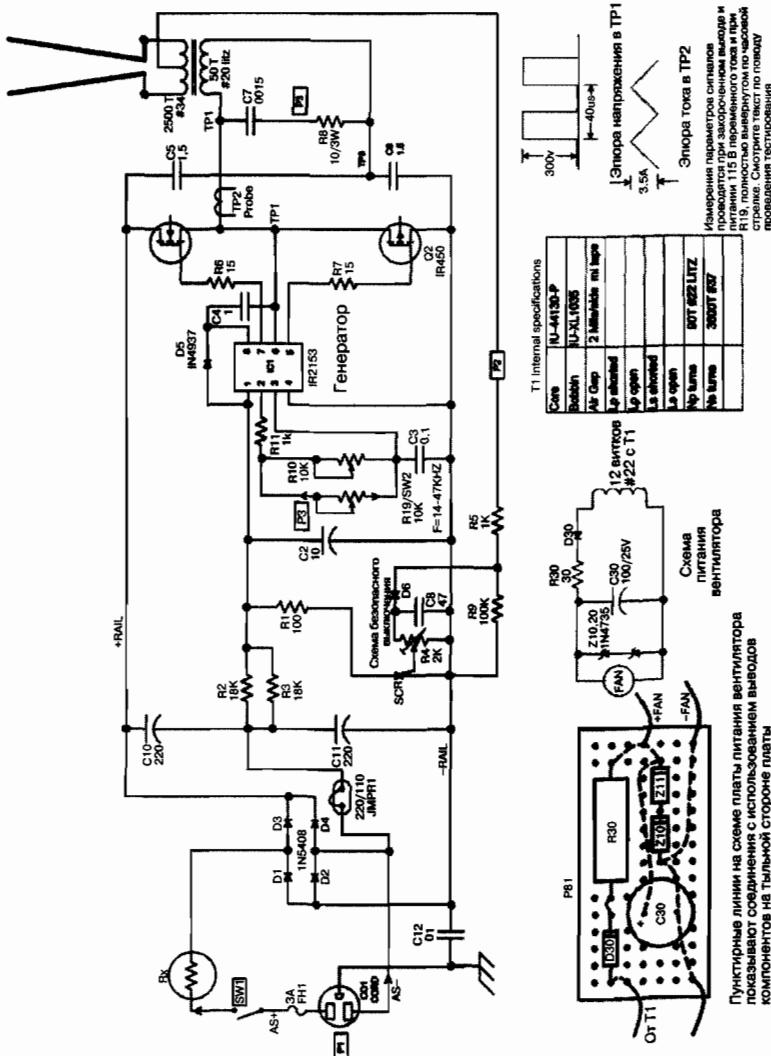
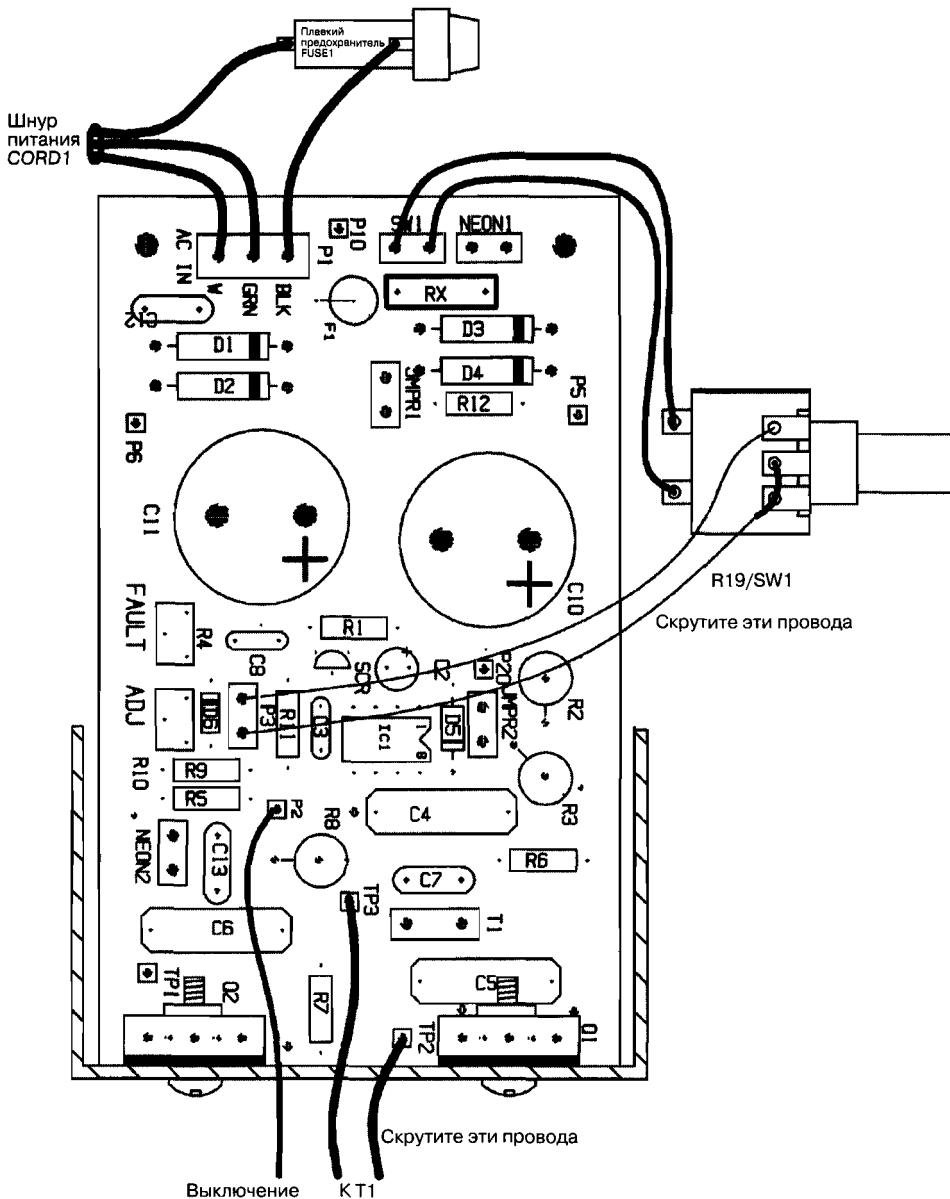

Рис. 19.2. Принципиальная схема устройства «Лестница Иакова»
Рис. 19.3. Размещение компонентов на плате PCB и внешние подключения первой стадии
питания лазера, и реактивной балластной нагрузки L1, но добавлена схема безопасного отключения, показанная на рис. 19.2. Эта схема обнаруживает любые аномальные токи через землю, которые могут быть вызваны случайным контактом с одним из элементов лестницы. Ток теперь течет через резистивный делитель R5-R9 и смещает диод D6 в прямом направлении в область проводимости. Конденсатор C8 и переменное сопротивление R4 выпрямляют напряжение с выхода трансформатора T1. Переменное сопротивление устанавливает точку срабатывания закорачивающего переключателя на триодном тиристоре (триисторе) – SCR, Silicon-Controlled Rectifier, который открывается, закорачивает напряжение питания стабилизатора напряжения IC1 и выключает цепь питания низкого и, соответственно, высокого напряжения. Таким образом, любой контакт экспериментатора или посетителя с элементом лестницы приводит к быстрому отключению высоковольтного напряжения.
1. Изучите рис. 19.3 и 19.4, показывающие сборку платы питания и все ее внешние подключения, в том числе с трансформатором T1 и вентилятором FAN. Соберите плату, как показано, добавив компоненты безопасного отключения (см. рис. 19.2). Дополнительные радиоэлементы R1, R4, R5, R9, C8, C12, D6, триистор SCR включены в спецификацию (см. табл. 19.1).
3. Соберите плату основного питания (см. рис. 19.3).
Для проверки работы схемы выполните следующие действия (см. рис. 19.2):
Поверните ось R19 до упора по часовой стрелке и быстро настройте R4 на генерацию импульсов с периодом повторения 40 мкс (соответствует частоте повторения 25 кГц), см. рис. 19.2. Затем поверните ось R9 полностью против часовой стрелки.